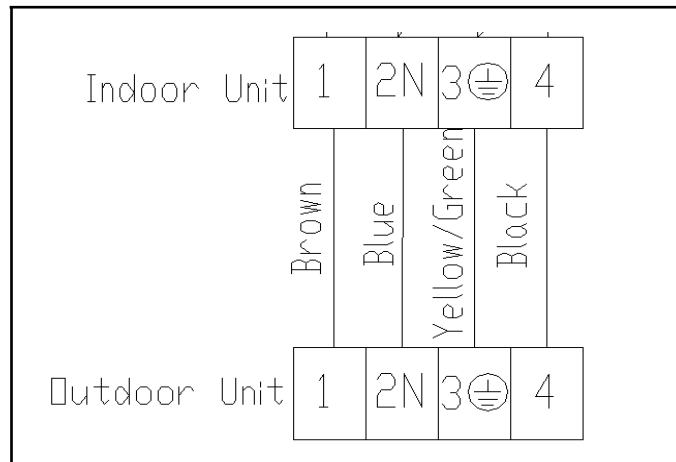

Рис.14
- Подключите соединительные провода питания и провод управления сигналом отдельно к соответствующим клеммам. (См. рис.14, рис.12)
- Подключите соединительные провода блока отдельно к соответствующим терминалам. (Рис.14)